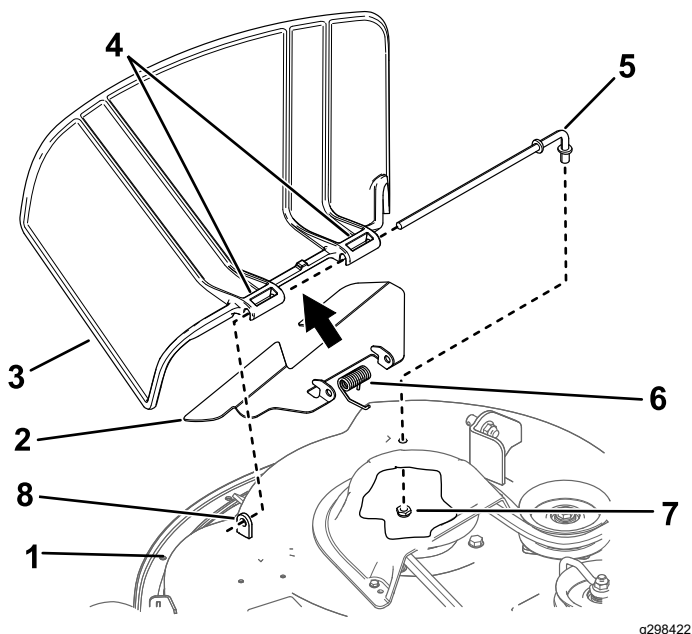

Figura 74
1. Îndepărtați piulă ($\frac{3}{8}$ ") de la tija de sub maina de tuns iarba (Figura 74).
- Glisai tija în afara distanțierului scurt, arcului i a pivotului pentru iarba (Figura 74).
- Montați deflectorul pentru iarba nou (Figura 74).
- Glisai tija prin cel de-al doilea pivot al deflectorului pentru iarba (Figura 74).
- Fixați capătul din spate al tijeii la maina de tuns iarba cu o piuliță (3/8") aa cum se arată în Figura 74.